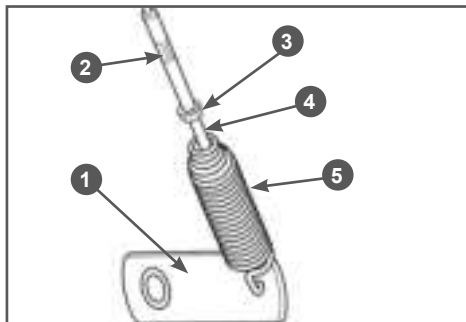

Рис. 9 Регулировка длины тросов включения хода и шнека
9. Отрегулируйте длину тросов включения шнеков и включения хода. Для примера, на Рис. 9 показан механизм регулировки троса включения шнеков. При полностью нажатом рычаге включения шнеков пружина 5 долж-
на быть растянута на 0,5 - 1 см (Рис. 9). Для регулировки длины троса ослабьте затяжку контргайки 3, вкрутите в муфту 2 или, при необходимости, выкрутите из муфты регулировочный винт 4 (Рис. 9). После окончательной регулировки затяните контргайку 3. Регулировка длины троса включения хода производится таким же образом.